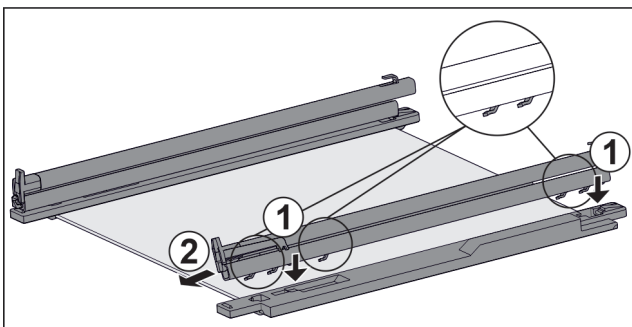

Fig. 154 Glasplaat met rails en vasthouddelen
- ▶ Haken van de rail op de openingen van het **linker** vasthouddeel plaatsen. Fig. 154 (1)
- ▶ Rail naar voren trekken. Fig. 154 (2)
- ▶ Haken van de rail op de openingen van het **rechter** vasthouddeel plaatsen. Fig. 154 (1)